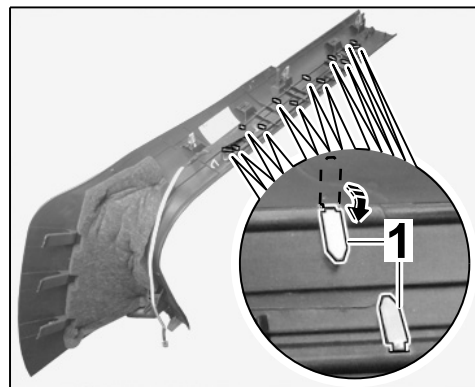

Рис. 23
- 3.3.2 Прижать вставку дверного порога с подсветкой к (внутренней) накладке порога и загнуть язычки (⇒ Рис. 23).